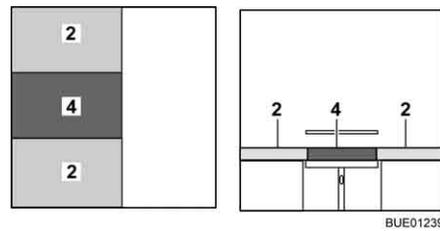

Fig. 90 Después de la transformación
- Colocar el cojín adicional (Fig. 90,4) entre los cojines del asiento (Fig. 90,2).